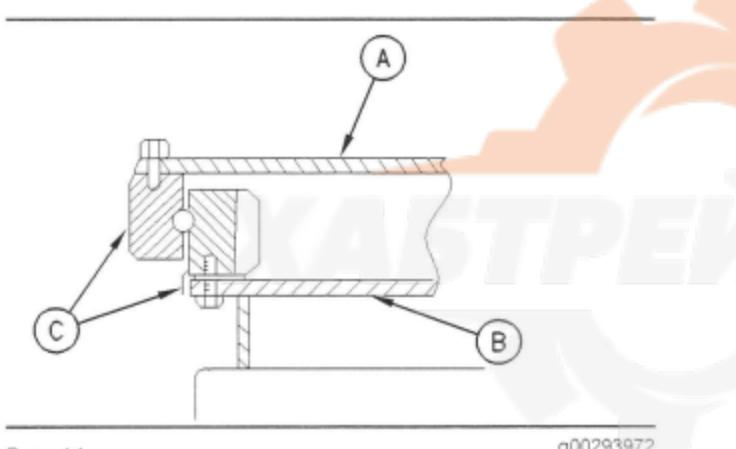

Рис. 14
- b.** Для того чтобы обозначить два положения, нанесите метки (С) внутреннее и наружное кольца опорно-поворотного подшипника. Смотрите рисунок 14.